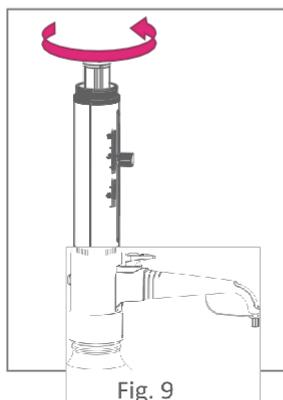

Fig. 9
1. Dévisser la tête comme indiqué à la Fig. 9